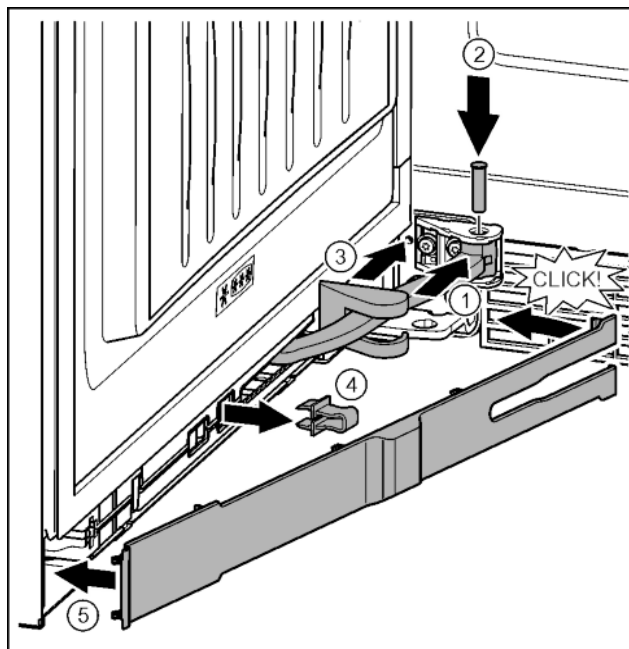

Fig. 36
- ▶ Повернуть шарнир в навеску. Fig. 36 (1)
- ▶ С помощью отвертки T15 вставить палец в навеску и шарнир. При этом следить за тем, чтобы выступ фиксатора занимал правильное положение в пазу. Fig. 36 (2)
- ▶ Переместить крышку опорного кронштейна вдоль шарнира и установить над навеской. Fig. 36 (3)
- ▶ Снять предохранитель. Fig. 36 (4)
- ▶ Установить накладку со стороны ручки и повернуть. Fig. 36 (5)